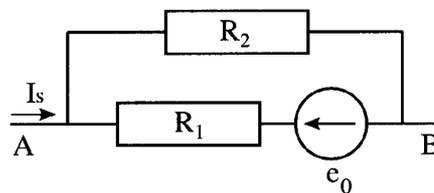

Figure 4b
d) L'ensemble est alimenté par un générateur de courant  $I_S$ . Une partie de ce courant ne traverse pas le fluide, mais le court-circuite en cheminant dans les parois du tube conductrices, de résistance  $R_2$ . De plus les parois d'amenée et de sortie du courant ont une résistance  $R_p$ ; on pose  $R_1 = R_f + R_p$ , cette situation est schématisée figure 4b. Exprimer  $\Delta P$  en fonction de  $I_S$  et de  $Q$ , à l'aide des paramètres du dispositif.